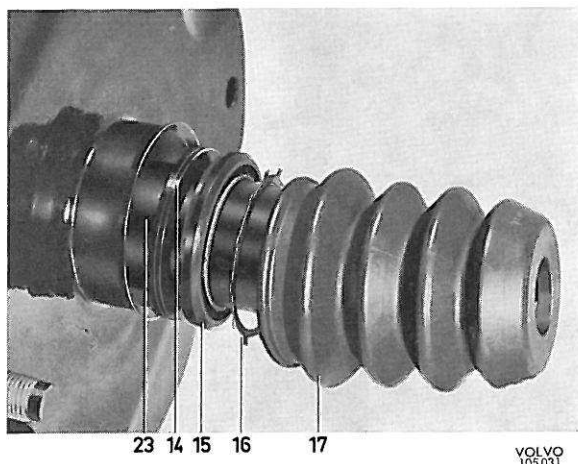

Figure 98. Pièces d'étanchéité
Monter un nouveau guide (14), le joint d'étanchéité (15) et la rondelle de verrouillage (16, voir figure 98). La lèvre du joint d'étanchéité doit être tournée vers l'extérieur. Enfoncer légèrement la bague de la rondelle de verrouillage jusqu'à ce que cette dernière effleure juste le joint d'étanchéité, sur toute la périphérie de ce dernier. Monter le capot caoutchouc et veiller à ce qu'il soit correctement positionné aux deux extrémités.